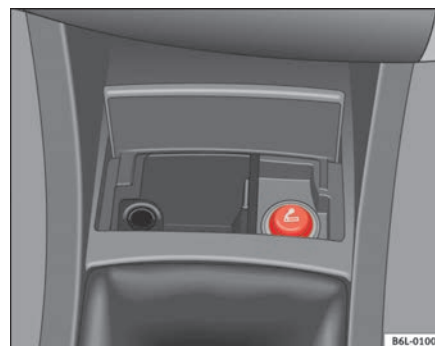

Fig. 83 Encendedor
- Presione el encendedor ⇒ fig. 83 para activarlo ⇒ ⚠.